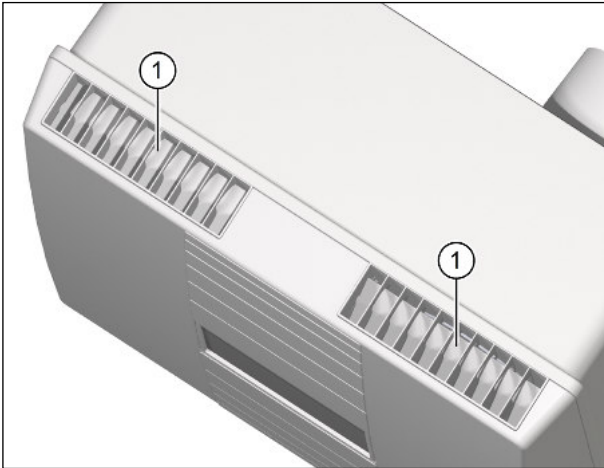
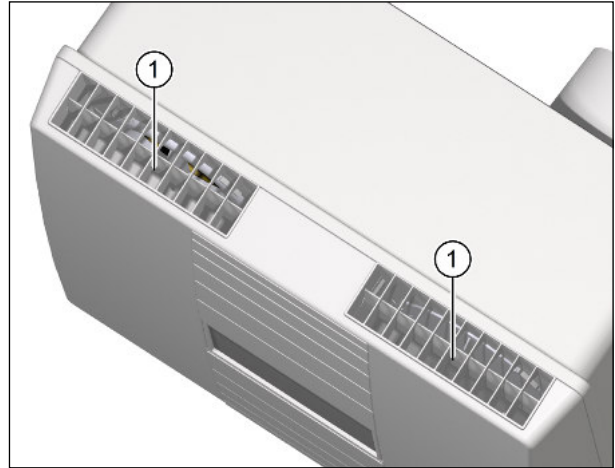

Abb. 11: Luftklappen geschlossen
Abb. 12: Luftklappen geöffnet
- ▶ Überprüfen Sie die Stellung der Luftklappen (siehe Abb. 11 und Abb. 12) an der Abluft- und Zuluftöffnung.
- Ist das Lüftungsgerät ausgeschaltet oder stromlos, sind beide Luftklappen geschlossen (siehe Pos. 1 in Abb. 11).
- Beim Einschalten öffnen sich beide Luftklappen (siehe Pos. 1 in Abb. 12).